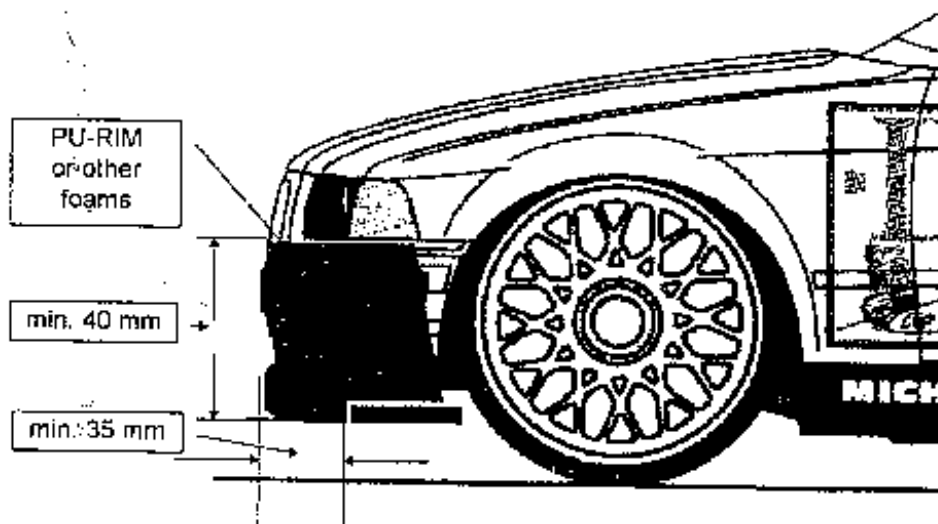

Figura 26: Dimensioni generali del paraurti in una 1/5 TC
7.1.23 Il paraurti deve essere realizzato in modo da adattarsi perfettamente al profilo frontale della carrozzeria ed il bumper deve avere una altezza minima di 40,0 mm e sporgere, dal bordo del paraurti, di 35,0 mm vedi Figura 26.